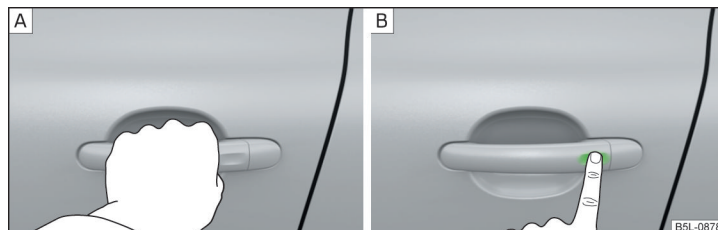

Fig. 31 Déverrouiller / verrouiller le véhicule
- Saisissez la poignée pour **déverrouiller** » fig. 31 - **A** le véhicule.
- Touchez le capteur sur la poignée avec le doigt pour **verrouiller** » fig. 31 - **B** le véhicule.